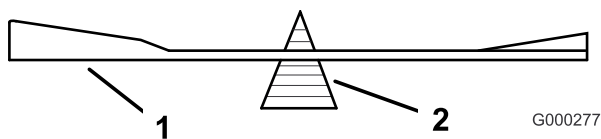
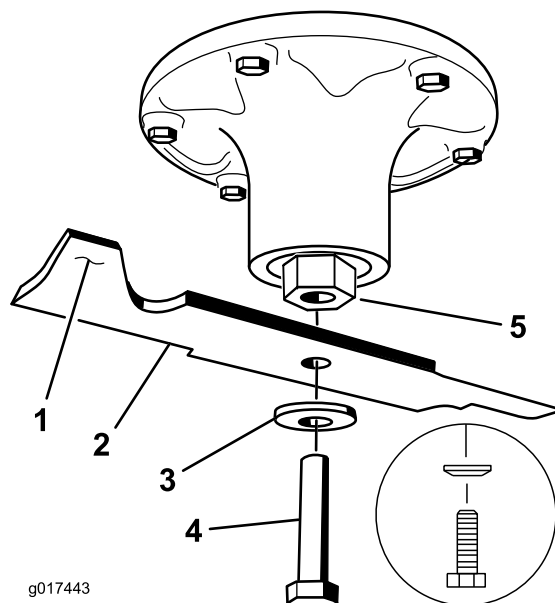

Bild 80
Bild 81
2. Überprüfen Sie die Auswuchtung des Schnittmessers auf einer Ausgleichmaschine (Bild 80). Wenn das Schnittmesser in seiner horizontalen Position bleibt, ist es ausgewuchtet und kann wiederverwendet werden. Feilen Sie, wenn das Schnittmesser nicht ausgewuchtet ist, vom Flügelbereich des Messers etwas Metall ab (Bild 81). Wiederholen Sie diesen Vorgang, bis das Messer ausgewuchtet ist.
2. Setzen Sie das Messer, die Federscheibe und die Messerschraube ein. Der Konus der Federscheibe muss bei der Installation in Richtung Schraubenkopf zeigen (Bild 81). Ziehen Sie die Messerschraube mit 115-150 Nm an.